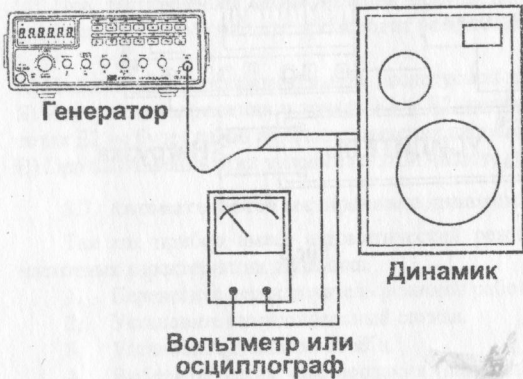

Рис.8
- (a) Подключите исследуемый прибор согласно рис. 8, вместо вольтметра можно использовать осциллограф.